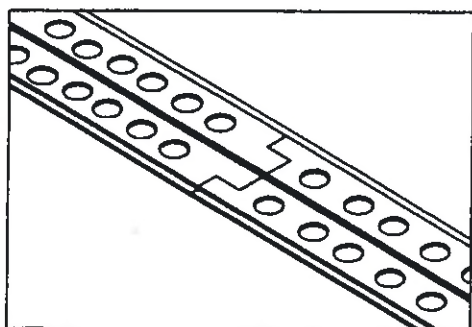

fig.3
2.1) Placez le rail sur la pièce à usiner. S'il faut un rail de plus de 2 m, clipsez-en deux ensemble, comme indiqué sur la figure 3.